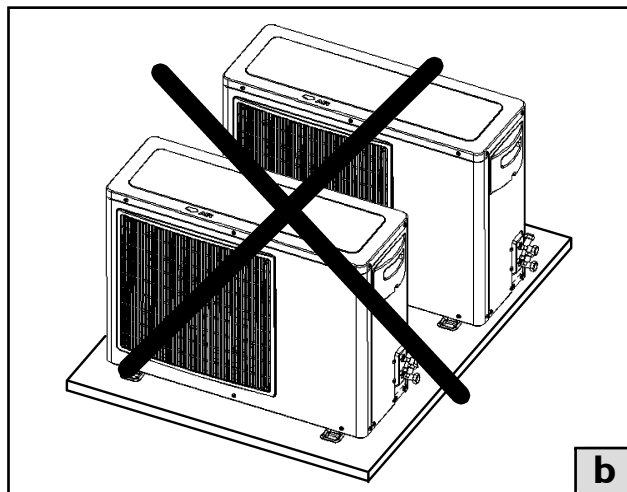

FIGURA 5b - EVITAR INSTALAÇÃO EM SEQUÊNCIA
- * Jamais instalar as unidades condensadoras 38X uma na frente da outra (figura 5b).